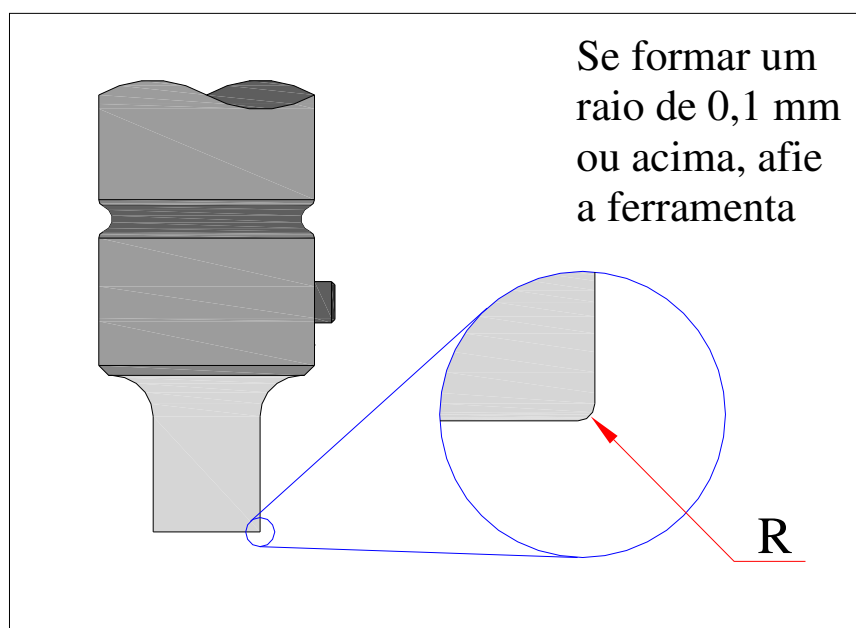

FIGURA 01
- 1- Verifique a área de corte da ferramenta. Recomenda-se que as ferramentas sejam afiadas quando o corte estiver desgastado no máximo 0,1mm. (Veja figura 01).
- ❑ As afiações das ferramentas devem ser executadas logo após a constatação do desgaste na área de corte ou fio de corte em 0,1mm, ou rebarba no furo (produto), veja figura 01.